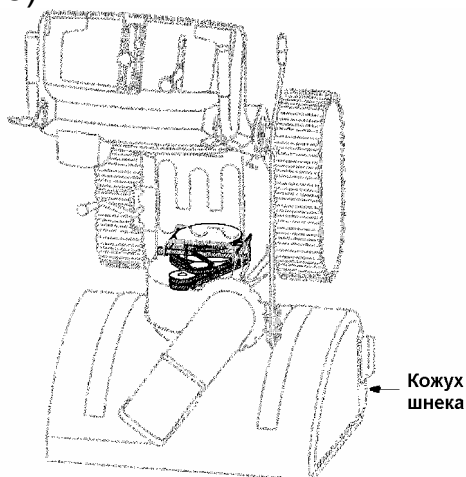

Рис. 18
4. Поставьте снегоуборщик вертикально, облокотив его на кожух (см. рис. 18).